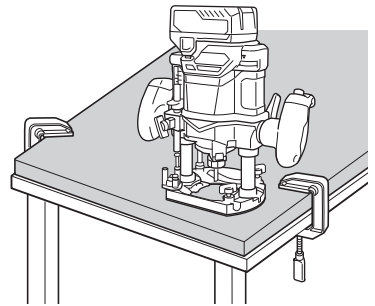

图 11
2. 用虎钳固定材料，确保双手可以自由握持和操作电动工具。(图 11)